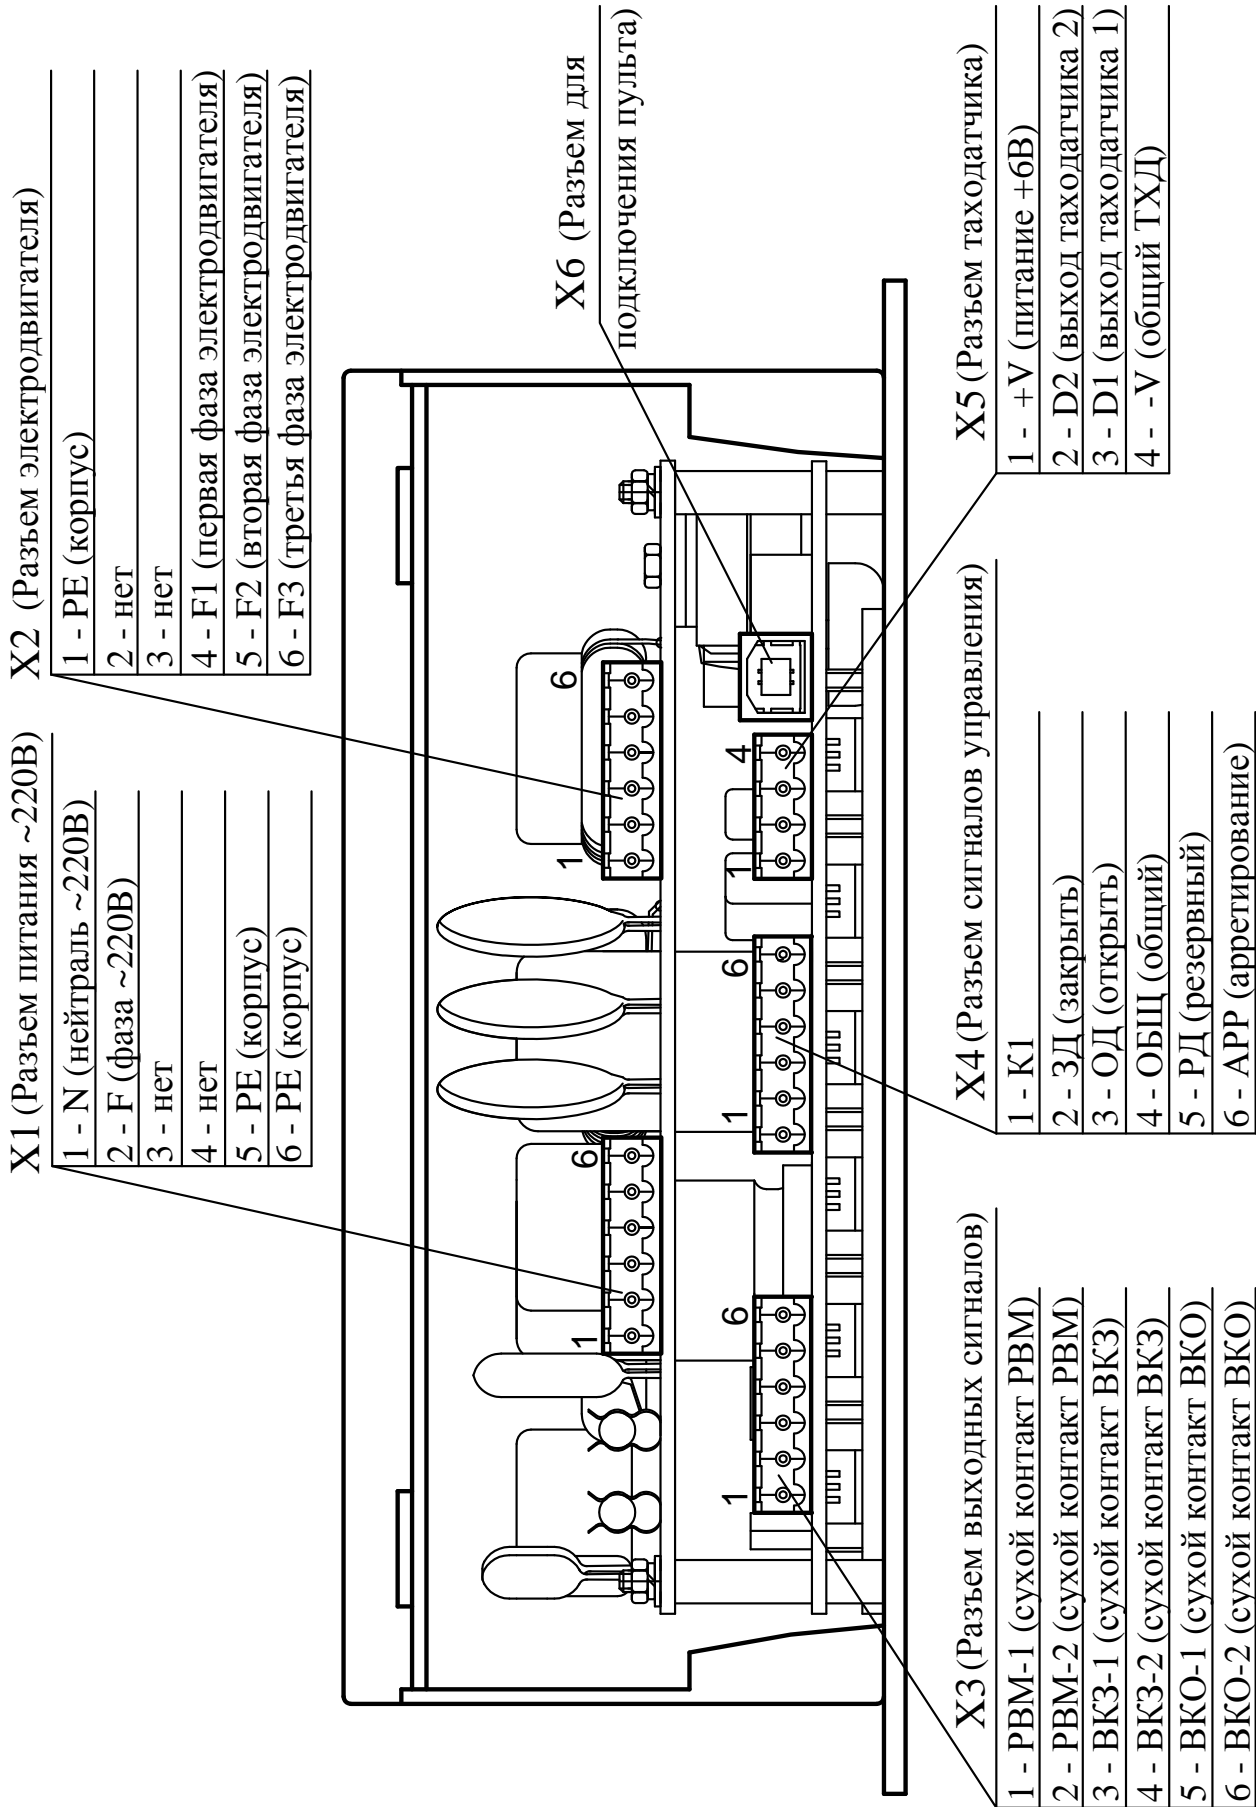

Рис.8. Подключение внешних разъемов БУАД-4-25.
4.2. Присоединение *Устройства* к сети, асинхронному электродвигателю и к шине управления осуществляется с помощью разъемных клемников в соответствии с **рис.8**. Подводящие провода могут быть вложены в металлорукава или пластмассовый рукав диаметром не более 16 мм. Рукав закрепляются заглушками *Устройства*.
4.4. Назначение контактов разъемов на **рис.8** приведено ниже: